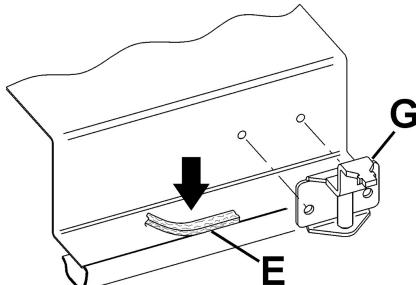

FIG. 6
- prendre les crochets "G" dans l'emballage et les installer selon le schéma de fig. 6;
- positionner correctement le joint "E" (fig. 6) sous le bord du plan, de façon à ce que le côté externe du joint coïncide parfaitement avec le bord périphérique extérieur du plan. Les extrémités des bandes doivent se toucher sans se surmonter;